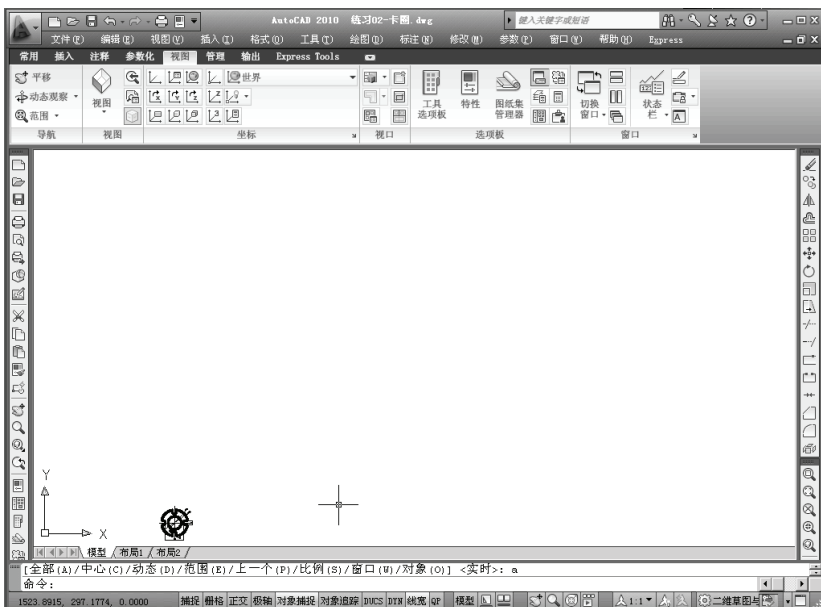

图 9-6 显示全部
(2) 显示全部 (ZOOM A), 如图 9-6 所示。
结果如图 9-6 所示 (此时图纸界限设定成 4 200×2 970, 图形绘制的尺寸为 1:1)。如果图纸界限较大而图形较小, 则执行该命令会显示图纸界限范围。相对而言, 图形未必能看清楚, 极端情况是图形可能全部看不到。要使不论什么样的图纸界限均能最大限度显示图形, 应使用接下来介绍的操作方式。